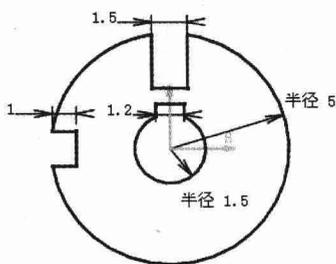

图 2.5 添加水平约束
Step5. 添加图 2.5 所示的水平约束。选择下列菜单 **插入** → **约束** → **约束创建** → **水平** 命令; 标注图中各直线的尺寸。